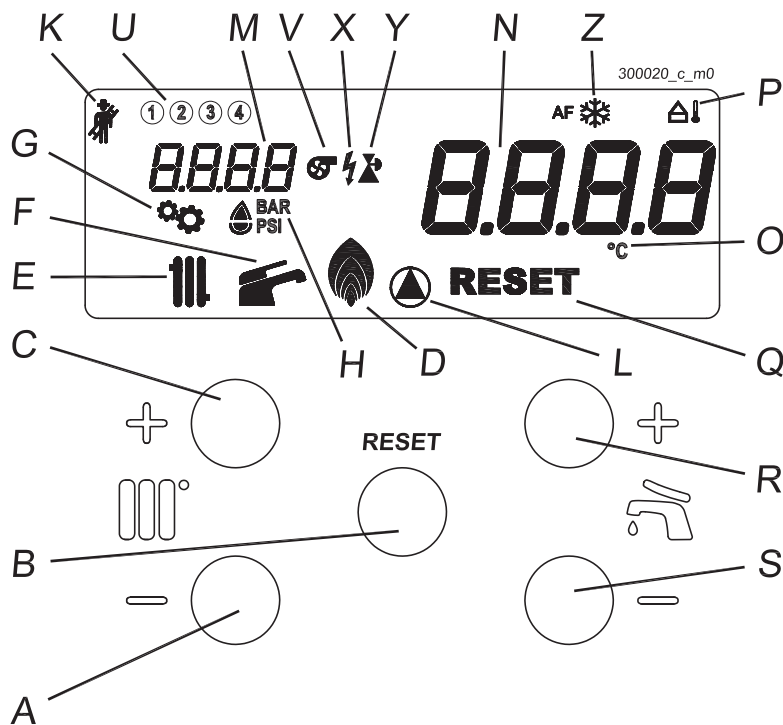

Figura 7-1 - Quadro comandi
- 4.-appare sul display l'icona  "E" (Figura 7-1);
- 6.-appare sul display l'icona  "F" (Figura 7-1);
Legenda Figura 7-1
Se la pressione all'interno del circuito del riscaldamento scende al di sotto di 0,8 bar, il visore "N" (Figura 7-1)
- 2.-controllare la pressione sul visore "M" (Figura 7-1), deve raggiungere la pressione di 1,3 - 1,5 bar (l'indicazione **F ILL** scompare superati 1,1 bar);
si esegue agendo sui tasti  e . Premuto uno dei due tasti, il visore "N" (Figura 7-1) comincia a lampeggiare e a mostrare la temperatura che si sta impostando. Il campo di regolazione entro il quale si può regolare la temperatura del sanitario va da 40°C a 60°C. Tenendo premuto il tasto  anche sotto 40°C, comparirà la scritta **OFF** ad indicare lo spegnimento del servizio sanitario evidenziato anche dallo spegnimento dell'icona  "F" (Figura 7-1).